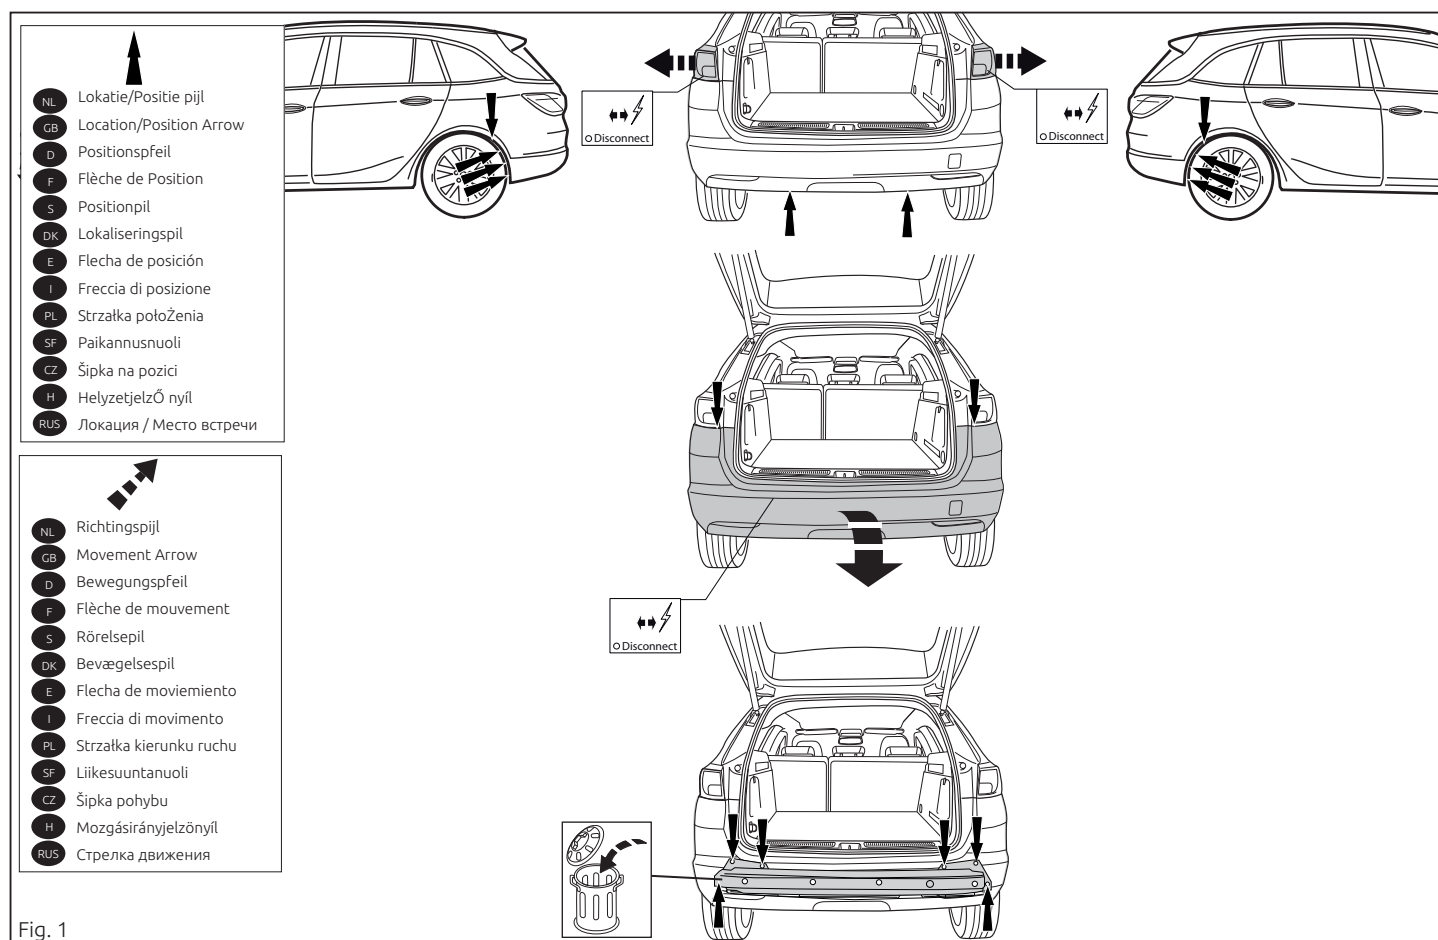

Fig. 1
1. Remove the rear-light units. Remove the bumper and the steel buffer beam from the vehicle. The buffer beam will no longer be needed. See figure 1.
- Die Rücklichter abmontieren. Die Stoßstange einschließlich des stählernen Stoßbalkens vom Fahrzeug abmontieren. Der Stoßbalken wird nicht mehr benötigt. Siehe Abbildung 1.
1. D monter les feux arri re. D poser le pare-chocs du v hicule y compris la traverse en acier ; la traverse ne sera plus utilis e. Voir la figure 1.
1. Demonter baglysenhederne. Demonter kofangeren, inklusive køretøjets stålstødbjælke. Stålstødbjælken skal ikke længere anvendes. Se fig. 1.
1. Снять оба блока задних фар. Снять бампер вместе со стальным буферным брусом автомобиля. Буферный брус больше не понадобится. См. рисунок 1.